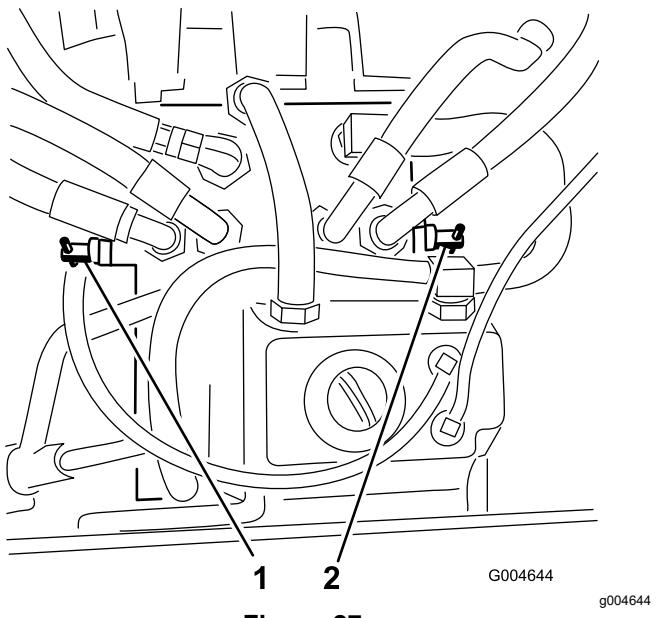

Figura 27
2. Localice las válvulas de desvío (Figura 27) y gire cada válvula de desvío una vuelta en sentido antihorario.
4. Cierre las válvulas girando cada válvula una vuelta en sentido horario (Figura 27).